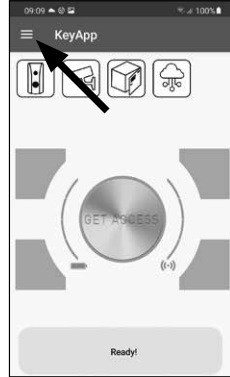

Abb. 65
- 2 Öffnen Sie das Hauptmenü (Abb. 65).